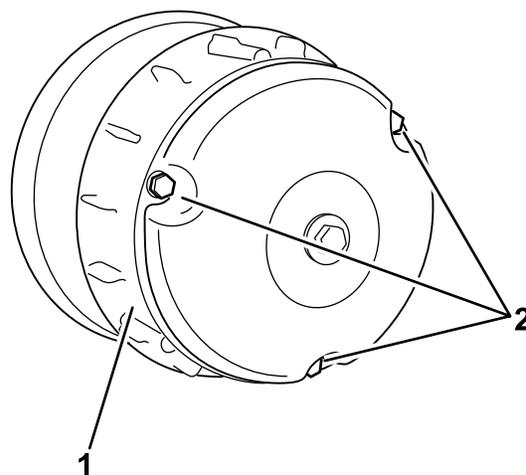

Figura 41
3. Retire os 3 parafusos que fixam a tampa à embraiagem e retire a tampa (Figura 41).